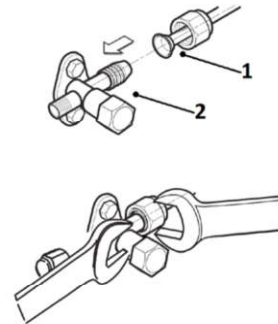

fig. 19 -
- Pas de uiteinden van de eerder uitlopende buis aan (onderdeel 1 "afb. 19 -") met die van de aansluitingen op de binnenunits of op de kranen van de buitenunits (deel 2 "afb. 19 -").